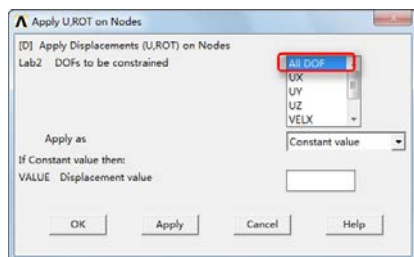

图 9-34 “Apply U,ROT on Nodes”对话框
②施加位移约束: Main Menu > Solution > Define Loads > Apply > Structural > Displacement > On Nodes, 弹出“Apply U,ROT on Nodes”拾取菜单, 单击“Pick All”按钮, 弹出“Apply U,ROT on Nodes”对话框, 如图 9-34 所示, 选择“ALL DOF”, 单击“OK”按钮。